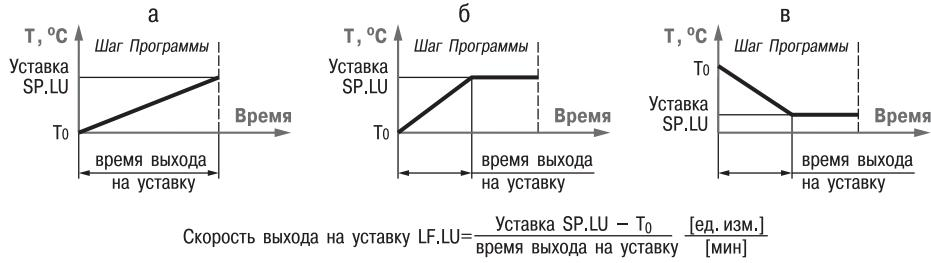

Рис. 6. Задание скорости выхода на Уставку
- в течение всего Шага (см. рис. 6, а);
- в течение части Шага – до достижения Значения уставки, далее осуществляется поддержание достигнутого значения Уставки (см. рис. 6, б, в).